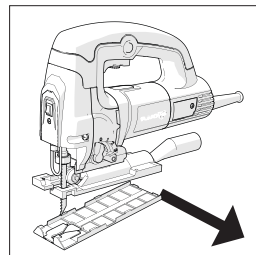

Fig. 6
- Desprindeți sabotul de plastic al tălpii și depozitați-l în siguranță pentru o instalare ulterioară. (Fig. 6)